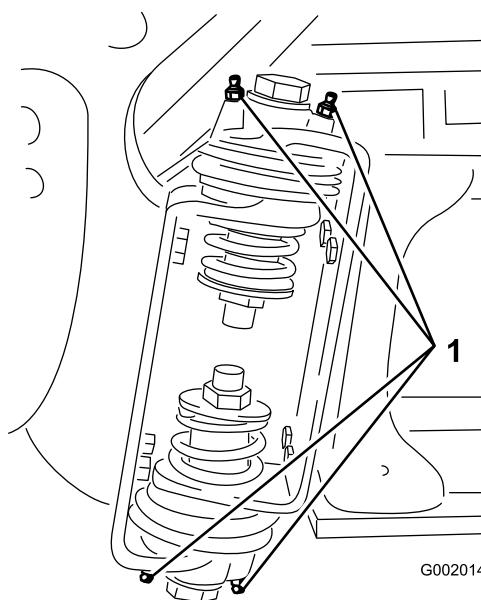

Figura 65
- Pompatate del grasso nel raccordo di ogni cuscinetto o boccola (Figura 65).